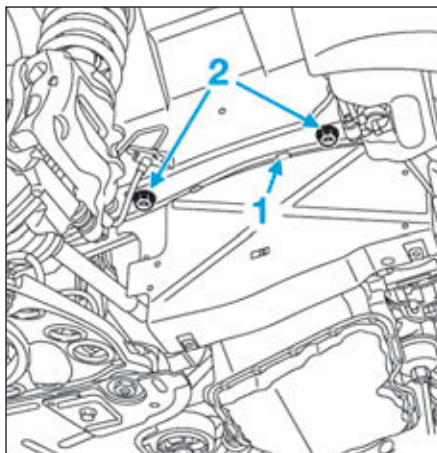
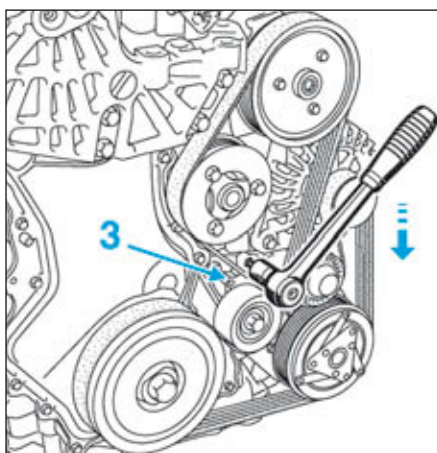

FIG.1
FIG.2
- Dégrafer la durite (1) du bocal de lave-glace (Fig.1).
- Déposer le protecteur latéral en retirant les vis (2).
- Faire pivoter le galet tendeur dans le sens horaire jusqu'à pouvoir insérer une clé six pans de 3 mm dans l'orifice (3) du galet tendeur (Fig.2).